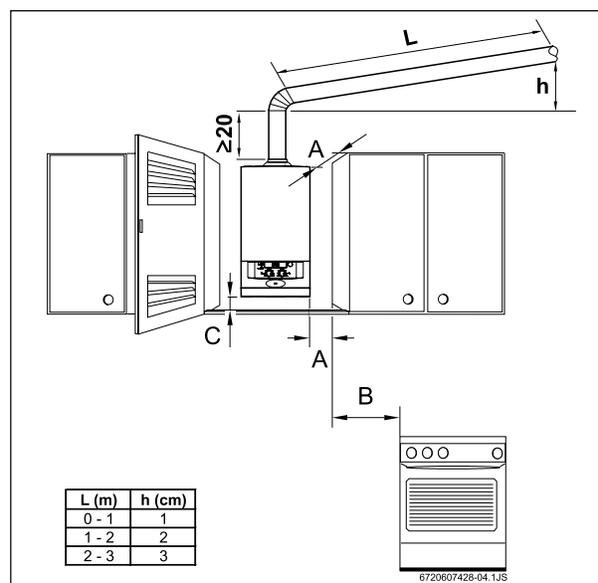

Рис. 7. Минимальные расстояния
- ▶ следует обеспечить достаточное пространство для выполнения работ по монтажу и техническому обслуживанию – необходимо учесть допустимые расстояния, указанные на рис. 7.